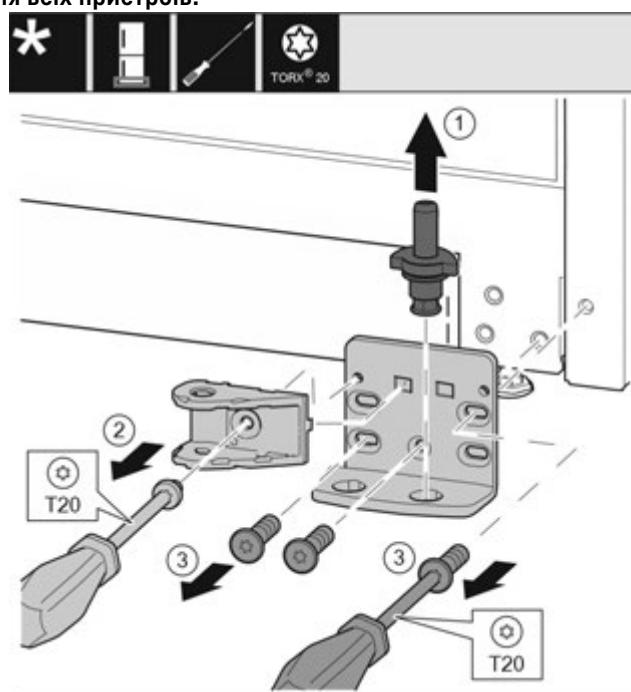

Fig. 34 \*
- Опорний гвинт цілком витягніть рухом вгору. Fig. 34 (1)\*
- Викрутіть гвинт за допомогою викрутки T20 та зніміть з'єднувальний елемент демпфера. Fig. 34 (2)
- Викрутіть гвинти за допомогою викрутки T20 та зніміть опорний кронштейн. Fig. 34 (3)\*